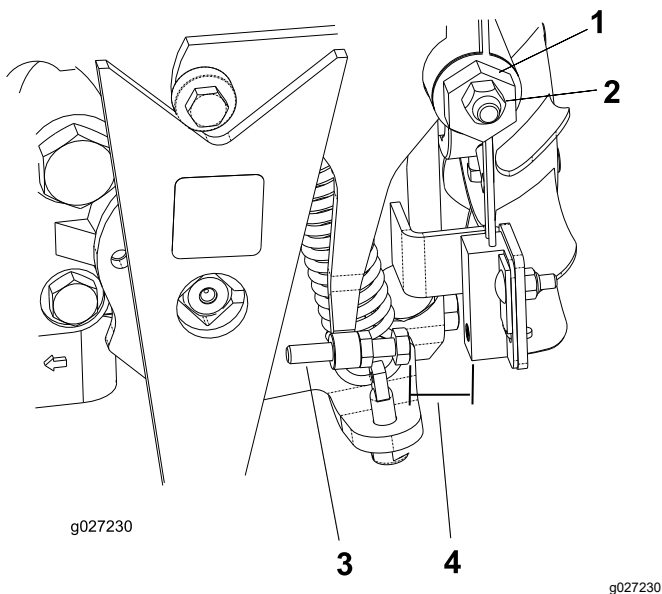

图 34
4. 拧松牵引调节凸轮上的锁紧螺母图 34。
- 启动发动机并朝两个方向旋转凸轮六角螺栓图 34 以确定中档范围的中点。
- 调节螺丝直至气隙为 0.8-2.3mm 请参阅图 34。